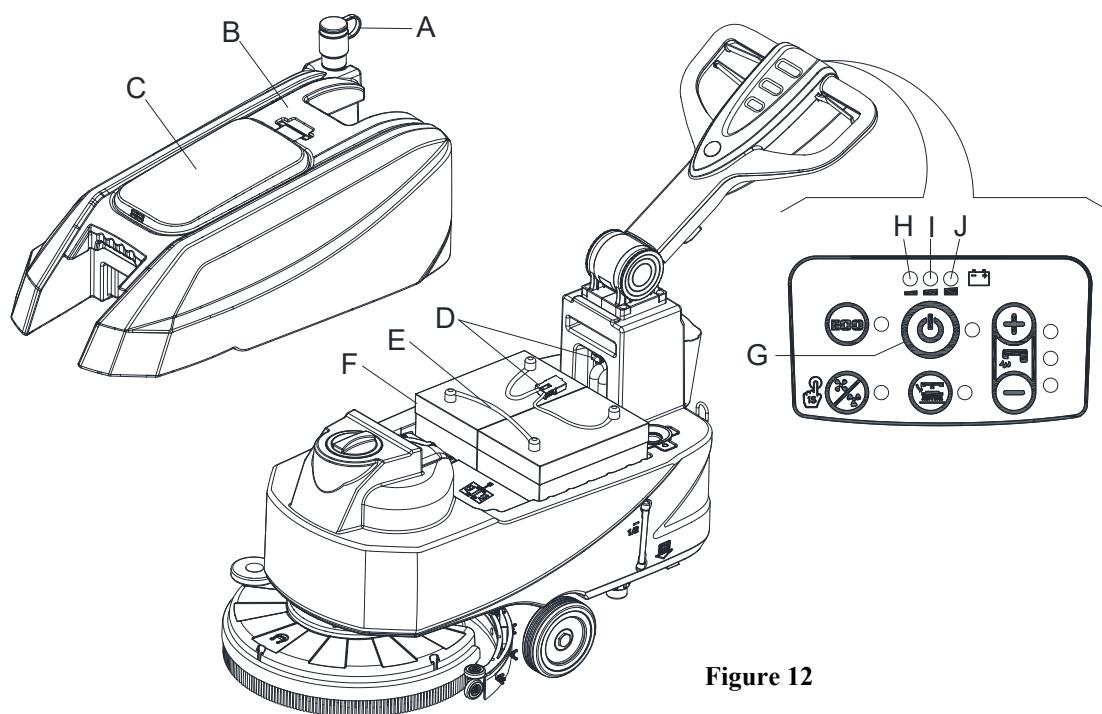

Figure 12
1. Ouvrez le couvercle (C, Figure 12) et vérifiez que le réservoir d'eau de récupération (B) est vide, sinon viddez-le avec le flexible de vidange (A).
2. Enlevez avec précaution le kit du réservoir de récupération (B, Figure 12).
3. Branchez le connecteur de batterie (D, Figure 12).
4. Replacez avec précaution le kit du réservoir de récupération (B, Figure 12).
6. Appuyez sur l'interrupteur de démarrage (G, Figure 12).
- Vérifier le niveau d'électrolyte à l'intérieur des batteries (F) ; si nécessaire, faire l'appoint par les bouchons.
- Si nécessaire, nettoyez la surface supérieure des batteries (F).
Chargez les batteries lorsque les voyants d'avertissement jaune (I, Figure 12) ou rouge (H) s'allument ou lorsque vous avez terminé le nettoyage.